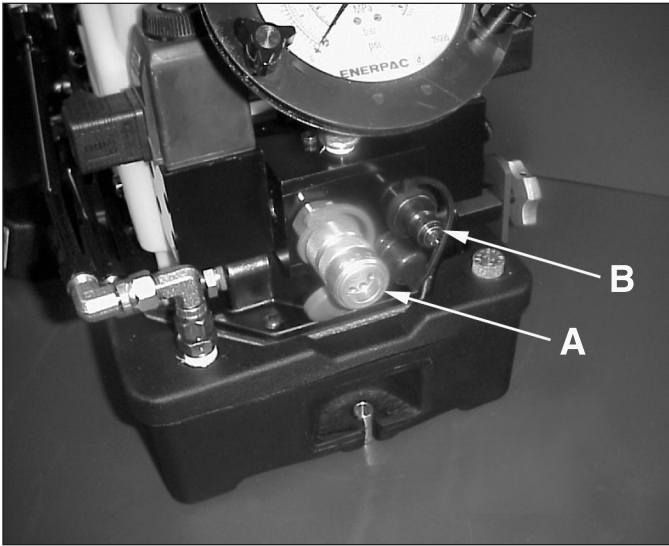

Figura 3 - Salida de la bomba (de doble efecto)
1. Acople las mangueras a las salidas múltiples de la bomba mostradas en la figura 3. ASEGÚRESE de utilizar la manguera marcada con la inscripción “ENERPAC SERIE 800 - 800 BAR/11.600 PSI MÁX”. Apriete con la mano los anillos de seguridad acopladores.